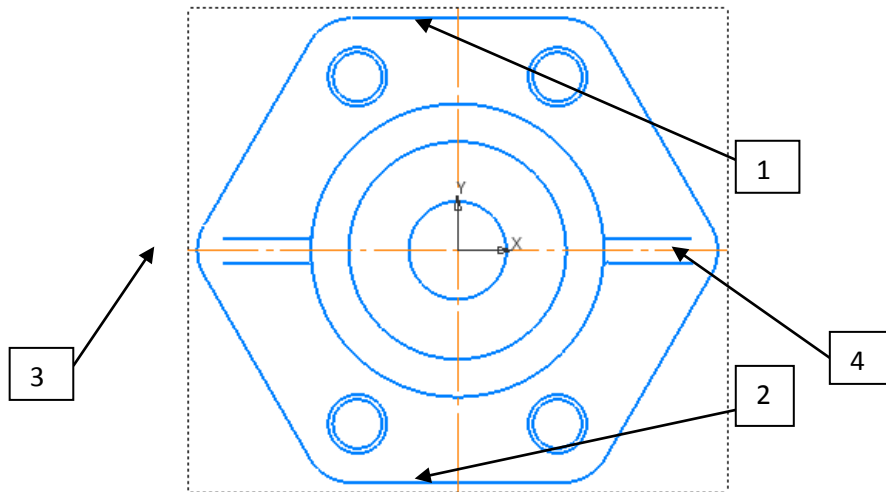

Рис. 1
7.1. Постройте оси симметрии детали на виде сверху: нажмите кнопку  **Автоосевая** в группе команд **Обозначения**. Укажите начальную точку 1 (середину горизонтальной образующей наружной поверхности (см. рисунок 1), укажите конечную точку 2. Укажите начальную точку 3, укажите точку 4.